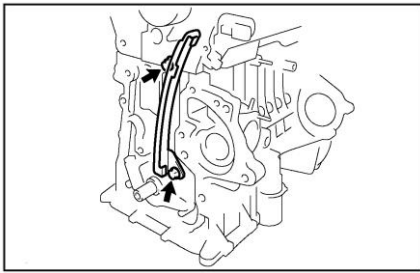

Рисунок II-85
18. Отверните 2 болта и снимите башмак цепи ГРМ (см. Рисунок II-85).